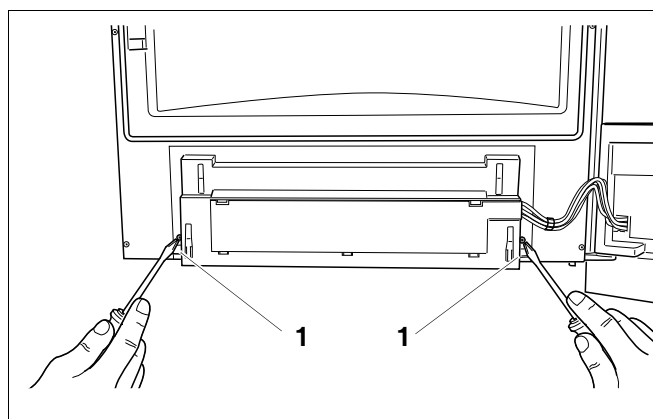

Fig. 117 Skruerne løsnes
- Løsn betjeningsfeltets 2 skruer på bagsiden af kedeldøren (fig. 117, pos. 1).